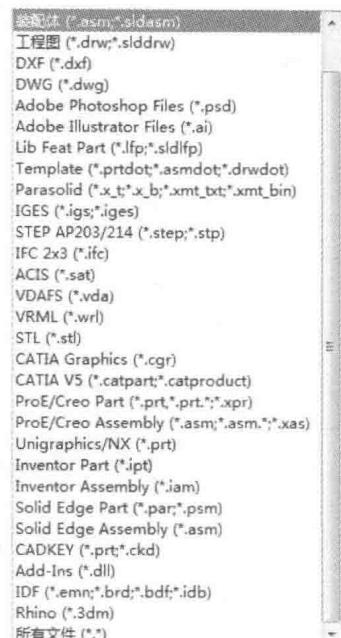

图 1-16 可以打开的文件类型
2) “文件类型选择框”：选择来自 SolidWorks 或其他外部软件的文件类型，所有可以打开的文件类型如图 1-16 所示。